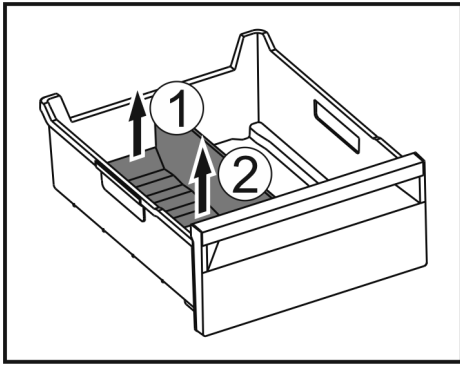

Fig. 115
- ▶ Achterste deel van de ijsvak-scheider optillen. Fig. 115 (1)
- ▶ Ijsvak-scheider er naar boven toe uitnemen. Fig. 115 (2)